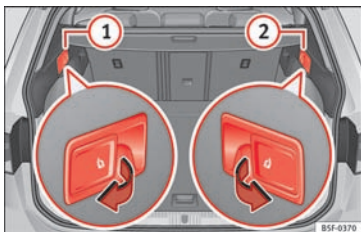

Fig. 151 I bagagerummet: udløserknapper til fjernbetjent udløsning af venstre (1) og højre (2) side af bagsæderyglænet
- Træk i udløserknappen til fjernbetjent udløsning af venstre » **Fig. 151** (1) eller højre (2) side af ryglænet i pilens retning. Den udløste del af bagsæderyglænet klapper automatisk frem.